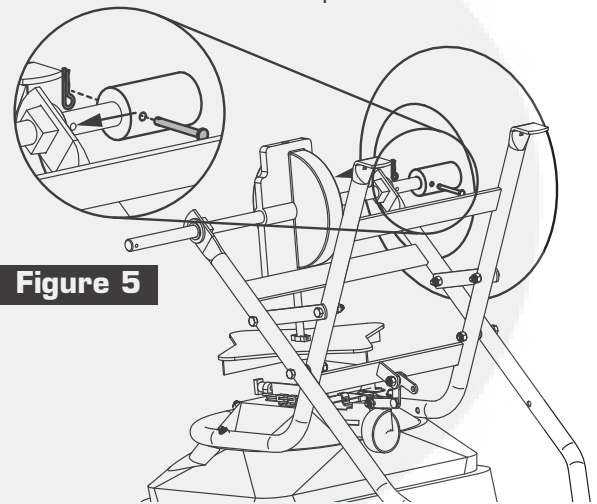

Figure 5
5. Repérez sur l'essieu le trou le plus proche du roulement et de la rondelle. Posez la roue (tubulure de la valve vers l'extérieur) sur l'essieu, comme illustré dans la figure 5. Alignez le trou de la roue avec le trou situé sur l'arbre de l'essieu. Passez l'axe à épaulement par le trou et immobilisez avec la goupille fendue.